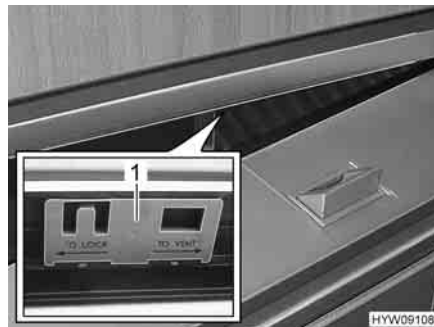

Fig. 93 Porta del frigorifero in posizione di ricircolo d'aria
■ Spingere il cursore (Fig. 93,1) verso destra.